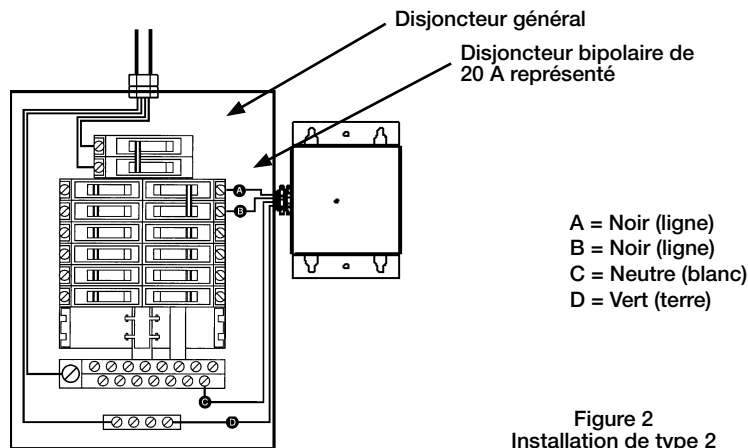

Figure 2
3. Connect the white wire from the SPD to the neutral bus bar in the panel as shown in figure 2.
4. Connect the two black wires to a circuit breaker as shown in figure 2. For best performance from SPD, the maximum recommended circuit breaker size of 240 V, 20 A, 2-pole should be used.
3. Raccorder le fil blanc du limiteur de surtension à la barre de neutre du tableau, comme sur la Figure 2.
4. Raccorder les deux fils noirs à un disjoncteur, comme sur la Figure 2. Pour assurer un fonctionnement optimal du limiteur de surtension, utiliser un disjoncteur bipolaire de 240 V et 20 A, le calibre maximal recommandé.